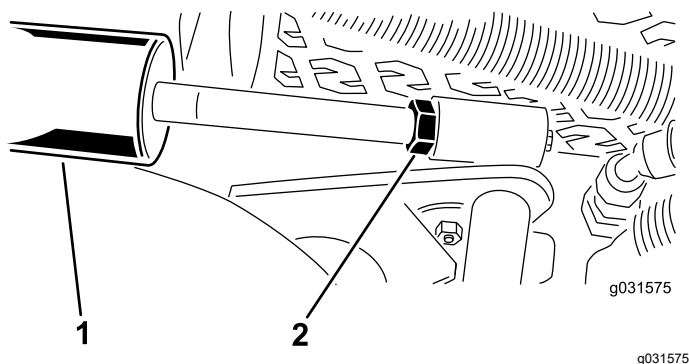

Figura 16
- A. Coborâi unitățile de tăiere și deurubai contrapiulia de pe cilindru (Figura 16).